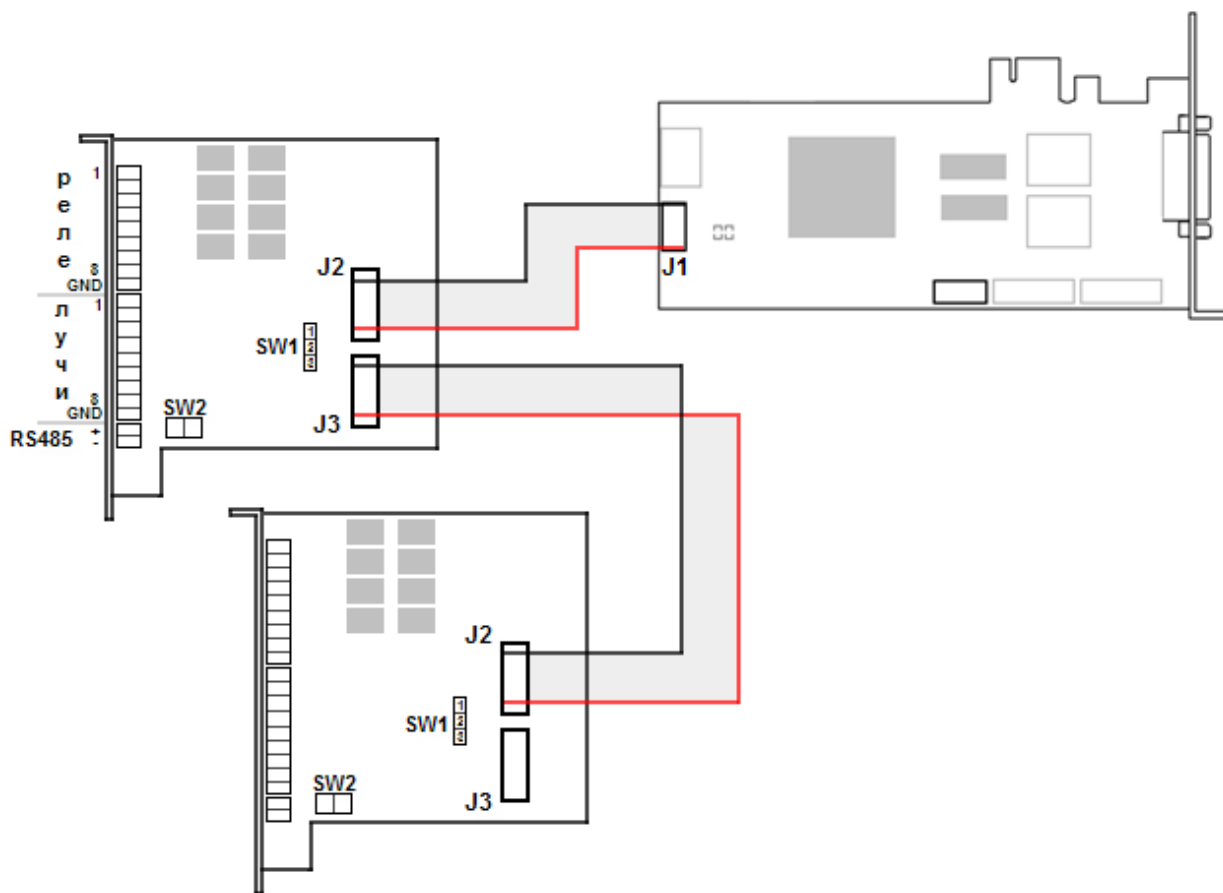

Рис. 2.4—26 Схема подключения плат «лучи-реле» к плате Stretch VRC7008L
3. Подключить плату «лучи-реле» к плате видеоввода с помощью шлейфа, входящего в комплект поставки. Шлейф подсоединяется к разъему J1 и J2 (см. Рис. 2.4—26).
4. При необходимости подключить вторую плату «лучи-реле». Для этого следует подсоединить шлейф к разъему J3 на первой плате «лучи-реле» и к разъему J2 на второй (Рис. 2.4—26).
6. Подключить лучи и реле в соответствии с разводкой внешнего разъема платы «лучи-реле» (Рис. 2.4—26).